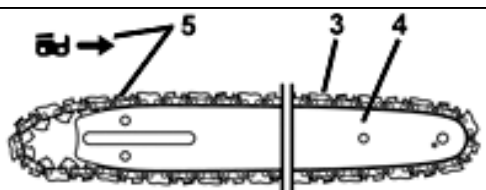

Рис.2
- Уложите звенья цепи на цепную звездочку (6, Рис. 3) на зубья звездочки (7, Рис. 3) и установите шину (4, Рис. 2) так, чтобы расположенные перед и позади крепящего болта (B, Рис. 4) водила шины (A, Рис. 4) попали в продольное отверстие шины (7, Рис. 3).